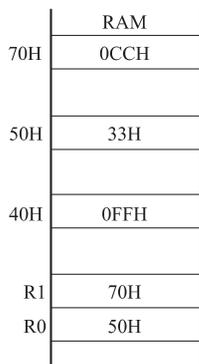

图 3-8 例题示意
例 3-11 已知数据存储器的部分单元如图 3-8 所示, (A)=0EEH, 说明指令执行后各存储单元的情况。
- ① MOV @R1, A
- ② MOV @R0, 40H
- ③ MOV R1, #40H